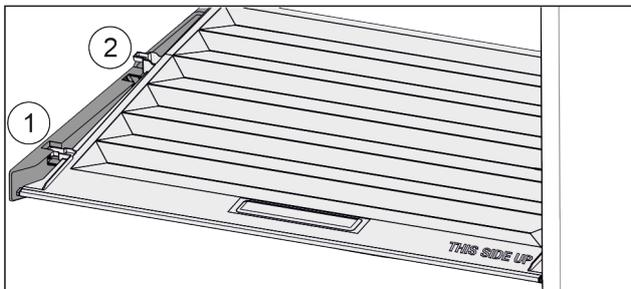

Fig. 130
- ▶ 将盖子向前拉 Fig. 130 (1)至定位件开口。
- ▶ 从下方抬起后端并向上将其移出 Fig. 130 (2)。